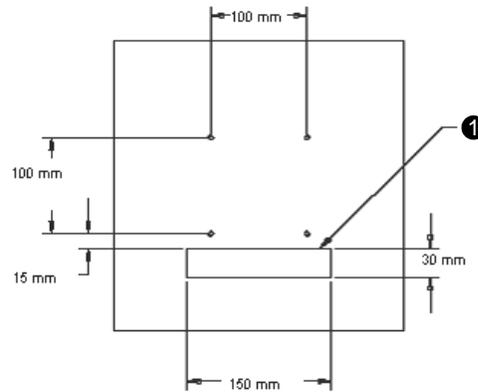

Figure 2-2 : Exemple d'installation arrière (pas à l'échelle)
- 3 Fixez l'écran au mur conformément au modèle illustré à la *Figure 2-2*. Faites passer les câbles dans l'ouverture d'accès pour les câbles (*Figure 2-2*, élément ❶).